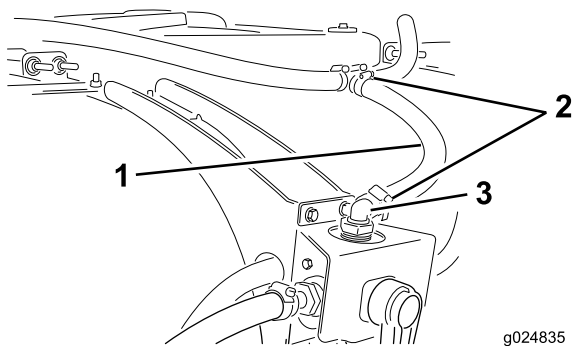

Figure 30
3. Raccordez le flexible à l'extrémité ouverte du raccord en T monté précédemment (Figure 30).